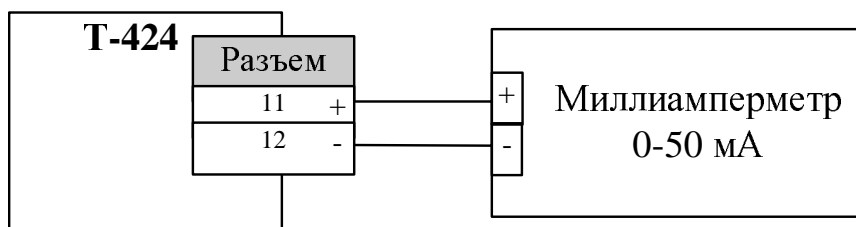

Рис. 5.4.
5.5.9.1. Схема подключения показана на рис. 5.4.